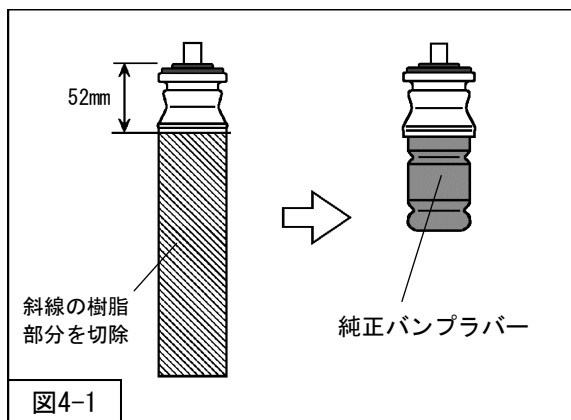

図4-1
・ダストブーツ部分が純正アッパーマウントと一体になっている場合は、図4-1を参考に樹脂部分を切除してください。
2. 純正アッパーマウントは、固定されている純正バンブラバーを取外し、リアショックアブソーバASSYに組付けてください。（図4-1）